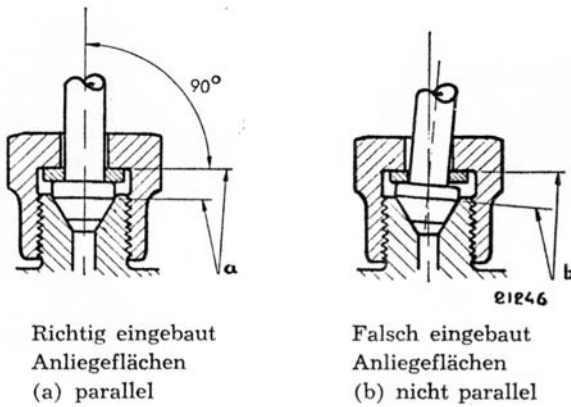

Abb. 50.
4. Nun ist das Druckrohr anzuschliessen. Es ist genau darauf zu achten, dass der Kegel richtig angebracht wird. Siehe Abb. 50. Wenn der Kegel schief angezogen wird, wird das Druckrohr nach einer Zeit kaputtgehen und zwar auf Grund der Spannungen, die bei einem solchen Anziehen entstehen.